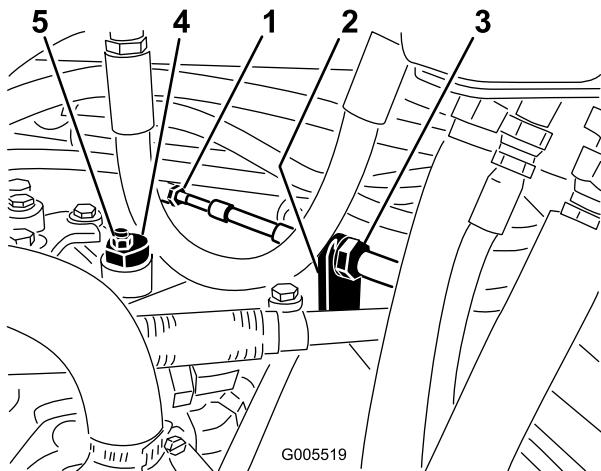

Bild 55
- A. Lösen Sie beide Klemmmuttern, mit denen der Fahrantriebs-Bowdenzug an der Trennwand am Hydrostat befestigt ist (Bild 55). Achten Sie darauf, dass die Klemmmuttern gleichmäßig gelockert sind und eine ausreichende Einstellung ermöglichen.
Hinweis: Lösen Sie die Mutter, mit der der Exzenter oben am Hydrostat befestigt ist (Bild 55).
C. Drehen Sie den Exzenter, bis kein Kriechen in jeder Richtung auftritt. Ziehen Sie die Schraube fest, wenn sich das Rad nicht mehr dreht, um den Exzenter und die Einstellung zu arretieren (Bild 55). Überprüfen Sie die Einstellung mit dem Gasbedienungshebel auf Langsam“ und auf Schnell“.
D. Ziehen Sie die Sicherungsmuttern, mit denen der Bowdenzug an der Trennwand befestigt ist, gleichmäßig von der Innenseite der Trennwand fest (Bild 55).